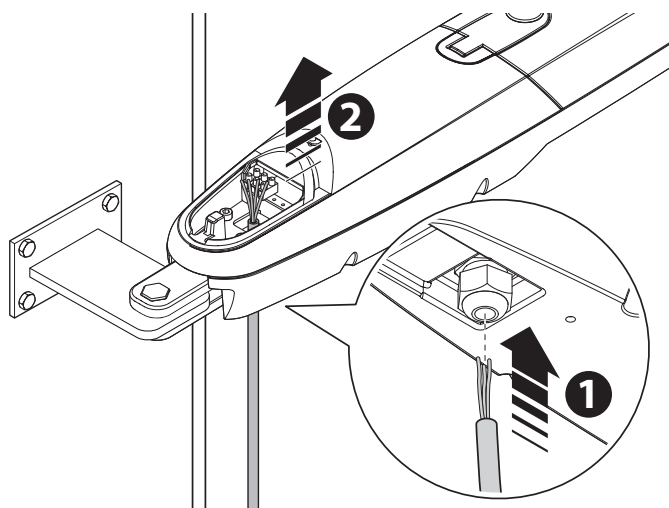

Fig. 14
**02.** Desparte o parafuso para a passagem dos cabos na parte inferior do motor (**fig. 14**);